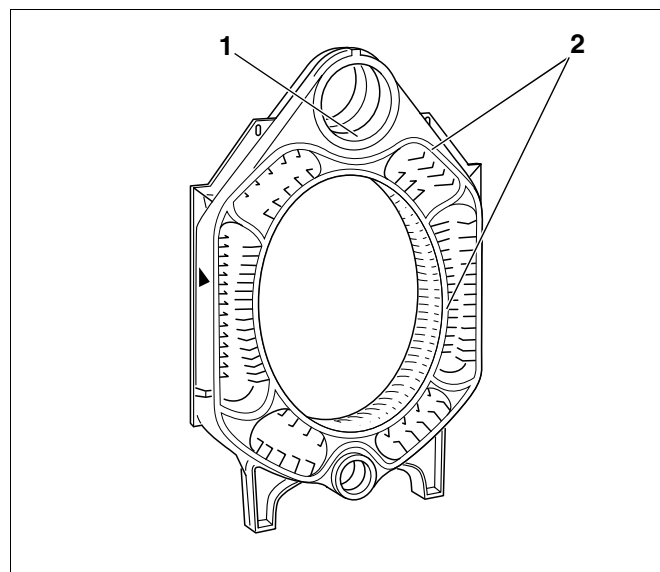

Рис. 17 Подготовка средней секции
- Равномерно смазать суриком уплотнительные поверхности ступиц (рис. 17, **поз. 1**).
- Смазать пазы для уплотнений адгезионным составом (грунтовочной краской) (рис. 17, **поз. 2**).